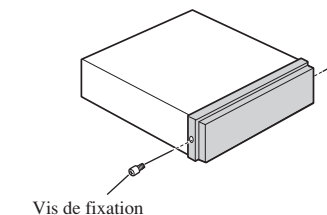

Fig. 10
**À propos des vis de fixation de la face avant (Fig. 10)**